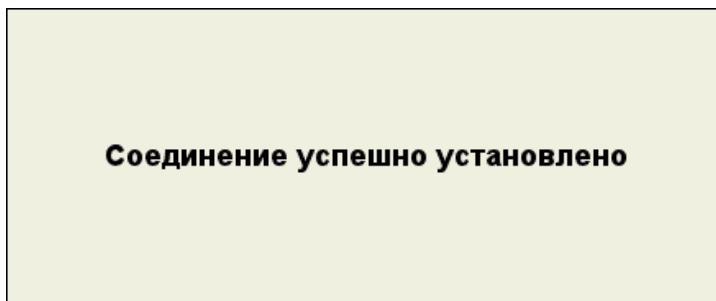

Рисунок 39
- для подтверждения пароля следует нажать . Откроется окно, подтверждающее сопряжение устройств (рисунок 39).